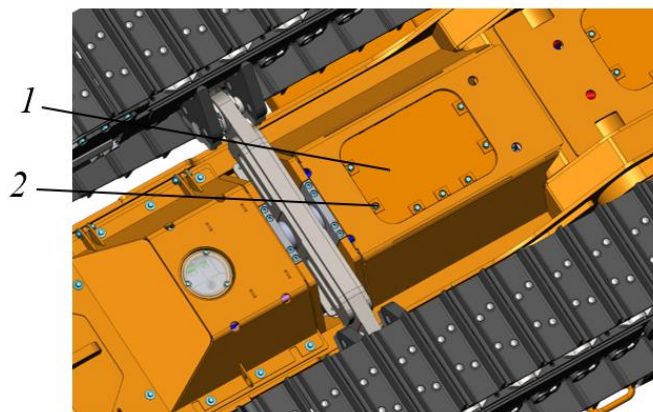

Рисунок 5.61. Крышка брони
- Ключом  на 24 выкрутить крепеж 2, снять крышку брони 1, рис. 5.61. Примерный вес крышки брони 27 кг. Для удобства демонтажа крышки брони использовать подкатной домкрат.
- ▶ Установить крышку брони 1, используя крепеж 2, рис. 5.61. болты М16 затянуть моментом 195 Н*м не более.